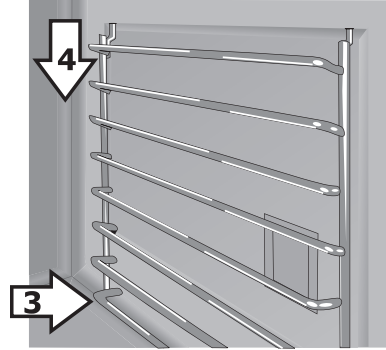

Figura 15: Soportes de parrilla de escalera - salientes inferiores
3. Una vez situados los salientes superiores, sostenga el soporte de parrilla de horno alineado con el lateral de éste e inserte los salientes inferiores en los orificios inferiores (figura 15).
4. Deslice los salientes inferiores en los orificios inferiores. Puede necesitar ejercer algo de fuerza para fijar la parrilla en su posición (figura 15).